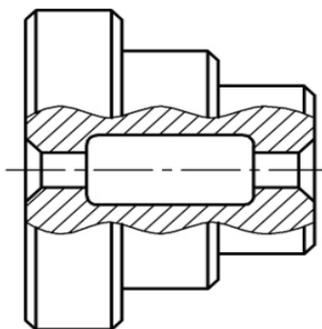

Рис. 2.13
- Нажмите кнопку  **Прервать команду** для завершения выполнения команды **Чертеж детали** должен иметь вид, приведенный на рис. 2.13.